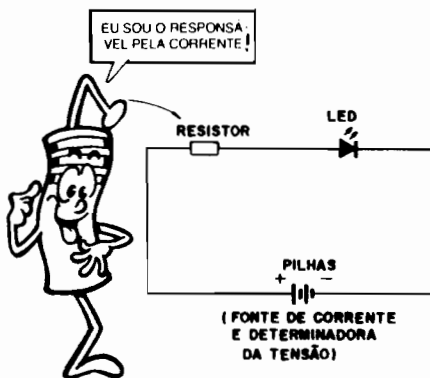

Fig. 6
**-FIG. 6-** Para prevenir a possibilidade de **CORRENTE** excessiva, os LEDs são, normalmente, ligados a determinada fonte de alimentação (pilhas, por exemplo...) **através de um resistor**, que exerce a **IMPORTANTE** função de **limitar** a corrente que pode atingir ou transitar pelo componente... O valor ôhmico desse resistor é função da **TENSÃO** ("voltagem") apresentada pela fonte de alimentação, do brilho ou intensidade luminosa que se pretende obter do LED, etc. O cálculo preciso e "matemático" desse resistor será ensinado em futura Lição de ABC...